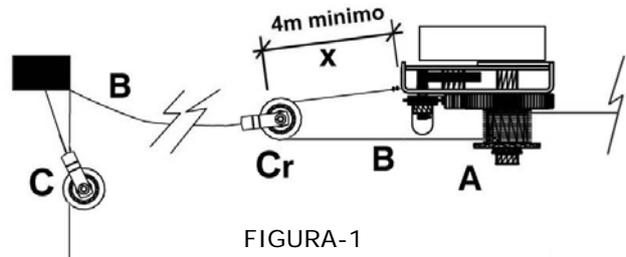

FIGURA-1
**b2- Montar la polea reductora (Cr),** (ver figura 1), asegurando que la **distancia (X) sea 4m o el doble de la distancia máxima de levante** de la línea.